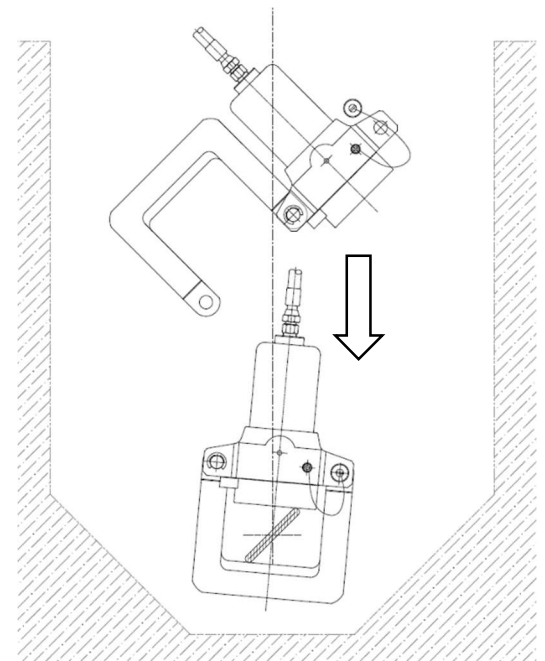
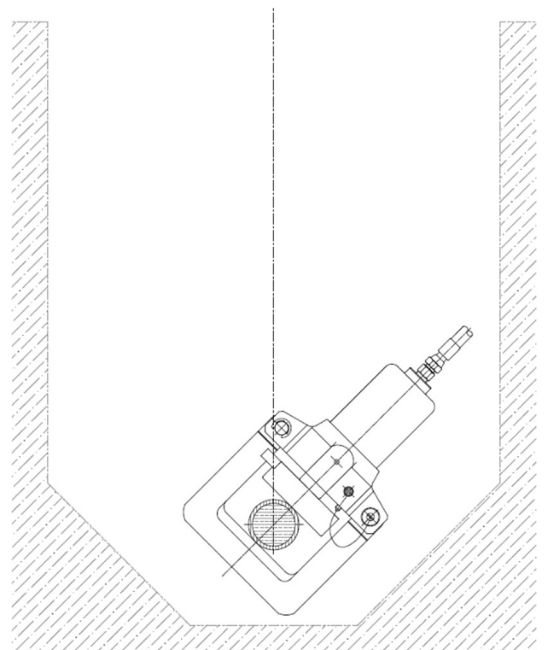

図. C-1
図. C-2
1. フレームブラケットからヒンジピンを外して、フレームを回して開きます。(図. C-1、上図)
(図. C-1、下図)
5. 管を圧着部に対して垂直にして、管の中心と、シリンダー中心が一致する位置に合わせます。(図. C-1、下図)
6. 3.の位置をフレームを手で押さえて維持しながら、もう片方の手でハンドルを操作して、管を適度な状態に復元します。(図. C-2)
SS-50 に比べて間口が少ないため、大径の管を復元する場合は斜めにする必要があります。(図. C-1、下図)
- SS-50S で外径 45 を超える塩ビ管、ポリ管 (下表*部) を復元する際は 90° 方向には入らないため斜めにして 2 回に分けて復元する必要があります。(図. C-1 下図、図. C-2)